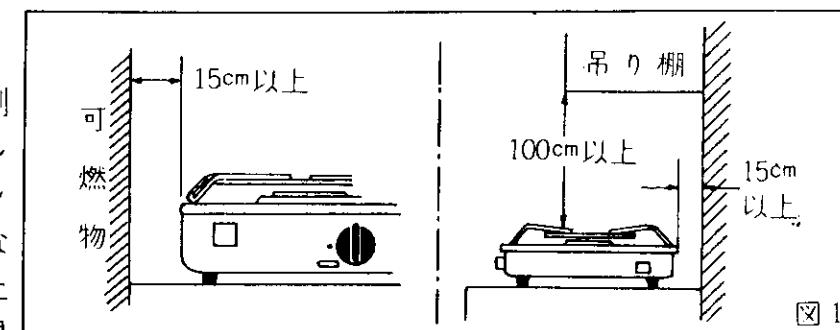

図1
- (1)器具は可燃物（しる受け面から側方の壁面など）から15cm以上離して設置してください。（図1）ピッタリ付けて設置しますと、壁面などの温度が上がり危険です。また上部に吊り棚等がある場合は器具上面と吊り棚との間に100cm以上の空間を設けてください。（図1）
- (2)器具と壁面との間隔を15cm以上離せない場合、また吊り棚などの下面との間隔を100cm以上離せない場合で、壁面や吊り棚などが可燃性材料（例えば木）でできている場合は、別売品の防熱板を下図の要領で取付けてください。（可燃性材料と防熱板との間には1cm以上の空間を設けてください）